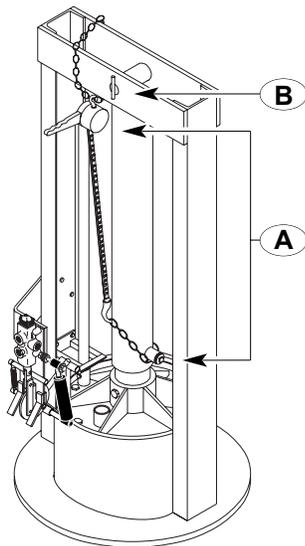

fig. 4
7. Accrocher le treuil au haut de la pompe, attacher la chaîne au bas du cylindre et tendre la chaîne pour enlever le poids du cylindre de sur le gond — *fig. 4 détail A*.
8. Enlever le gond reliant le cylindre du piston à la pompe — *fig. 4 détail B*.